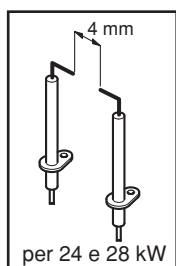

fig. 2
- 2) Controllare la distanza dei terminali metallici degli elettrodi di accensione facendo riferimento alla (fig.2).